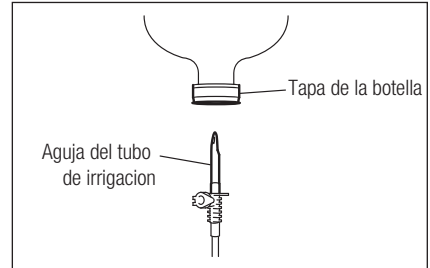

Fig. 13
- 2) Introduzca la aguja del tubo de irrigación en el tapón de la botella/bolsa. (Fig.13)